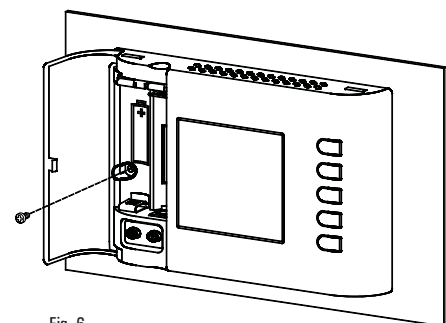

Fig. 8
- 5 Fissare il corpo del cronotermostato alla piastra a muro tramite la vite in dotazione che trova sede all'interno del vano portapile (Fig. 8).